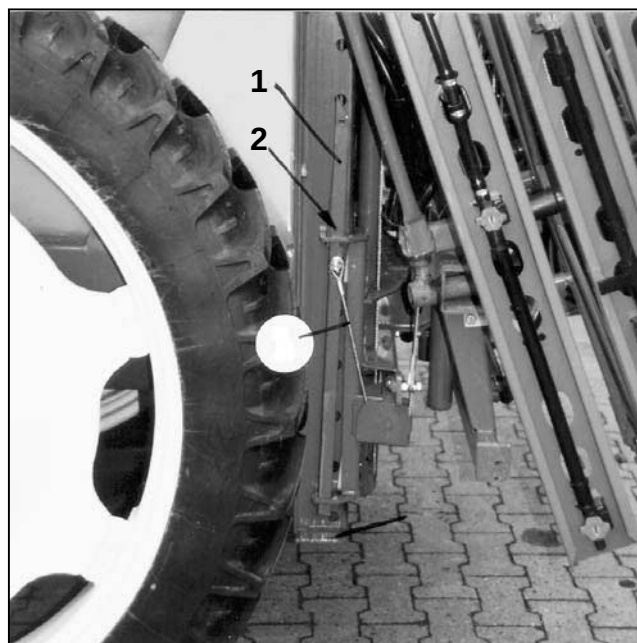

Fig. 8.6
Svingningsudligningen låses fast i transportstilling (fig. 8.6)
- Bommen sænkes ned i den nederste position ved hjælp af højdeindstillingen, så begge firkantprofiler (fig. 8.6/1) støttes af stopelementerne og låses med stopbeslagene (fig. 8.6/2).